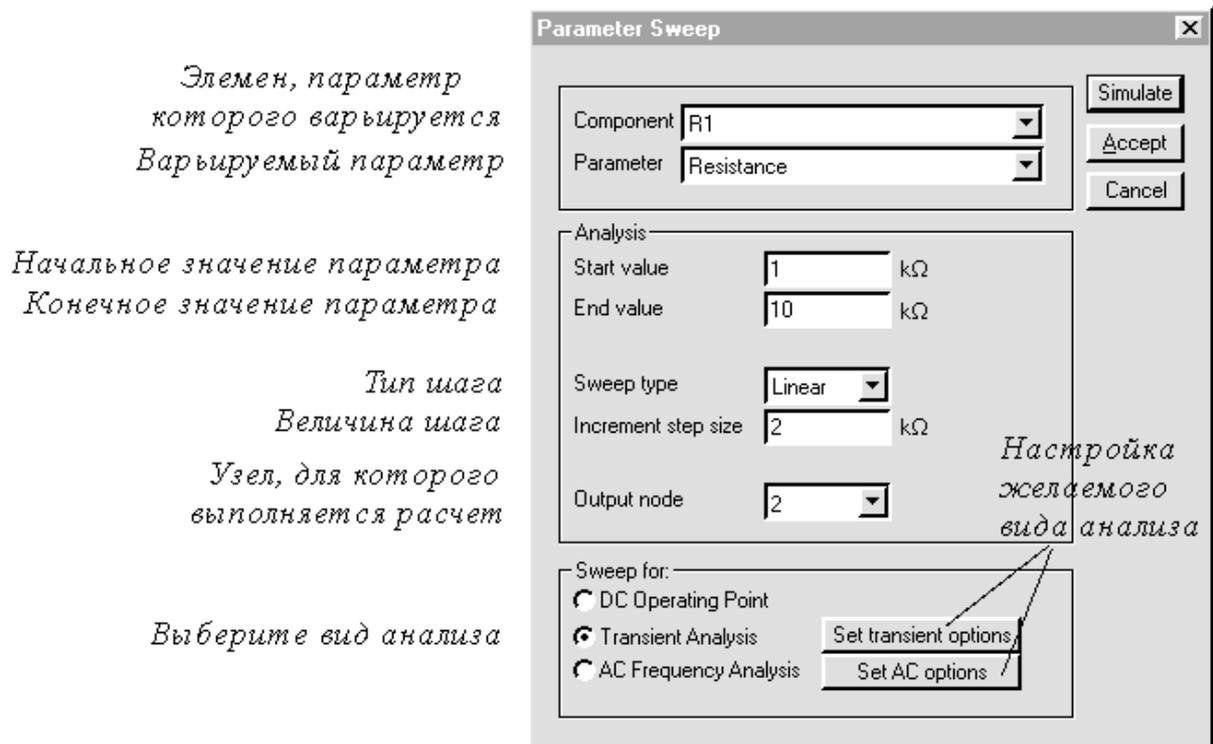

Рис.6. Настройка режима многократного анализа схем
- Analysis/ Parameter Sweep – многократный анализ схемы при различных номиналах одного из ее элементов. Выполняется при построении частотных характеристик или расчете переходных процессов (рис.6).